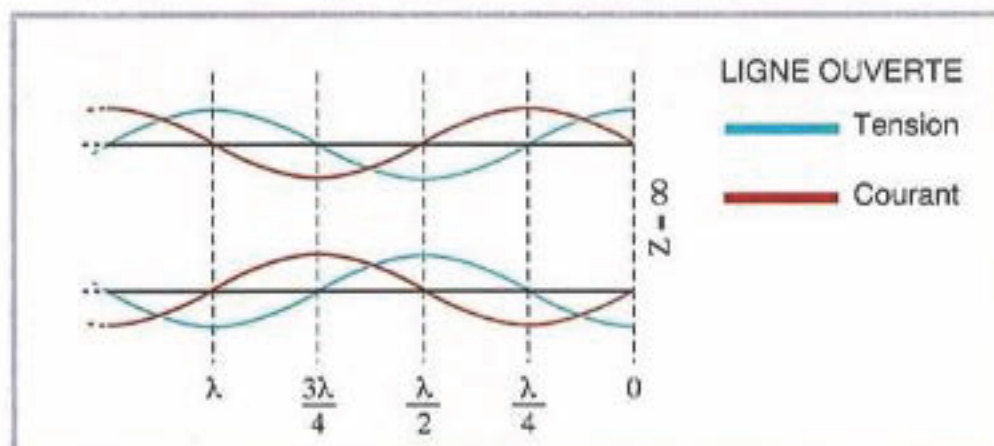

Figure 3. Répartition du courant et de la tension sur une ligne "ouverte".
- Si nous laissons ouverte l'extrémité d'une ligne, l'impédance en ce point est infinie, le courant est nul et la tension maximale, la puissance utile transmise entre la source et ce point est donc nulle, voir figure 3.